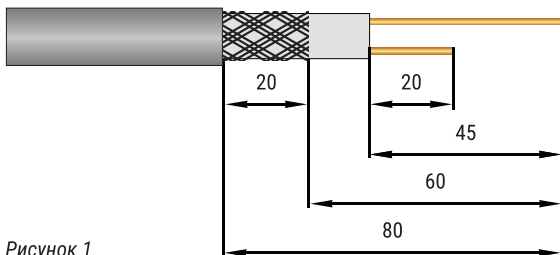

Рисунок 1
5.1. Снять оболочку с одного конца кабеля на длине 80 мм (рисунок 1).
5.3. Удалить изоляцию у обоих нагревательных жил на длине 45 мм (рисунок 1).
5.4. Укоротить одну жилу на 25 мм (рисунок 1).